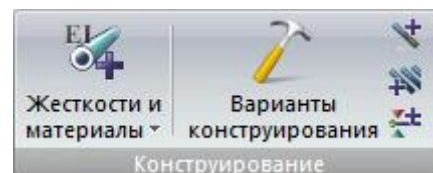

Рис.88. Панель Конструирование
- **Конструирование** (рис.88) – операции по изменению жесткостей и заданию исходных данных для конструирования.
Панель **Конструирование** (рис.88) содержит следующие команды: